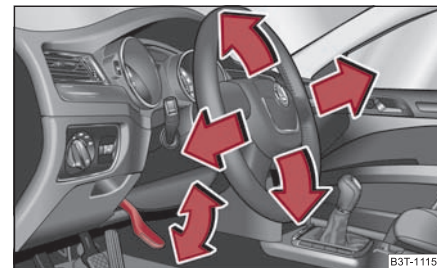

Fig. 3 Volant réglable: Manette à côté de la colonne de direction
- Tirez la manette sous la colonne de direction ⇒ fig. 3 vers le bas.